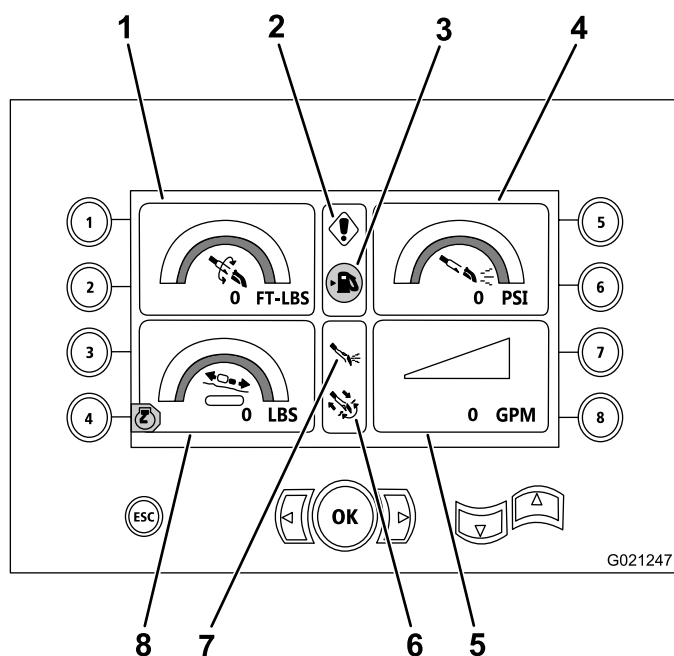

Figura 17
Esta pantalla proporciona medidas de presión rotativa en pies-libra, presión del fluido de perforación en psi, presión del carro en libras, y caudal de fluido de perforación en gpm (Figura 17).
- Advertencia de código de error de perforación y/o motor (Figura 17).
- Indicador de bajo nivel de combustible (Figura 17)
- Fluido de perforación en la posición de Activado (Figura 17)
- Perforación automática en la posición de Activado (Figura 17)